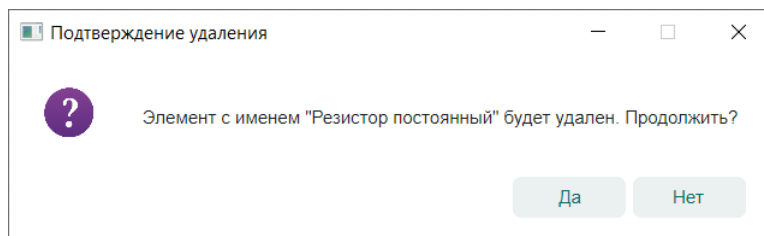

Рис. 56 Подтверждение удаления УГО
3. В окне «Подтверждение удаления» нажмите «Да» для подтверждения удаления УГО или «Нет» для отмены действия, см. Рис. 56.